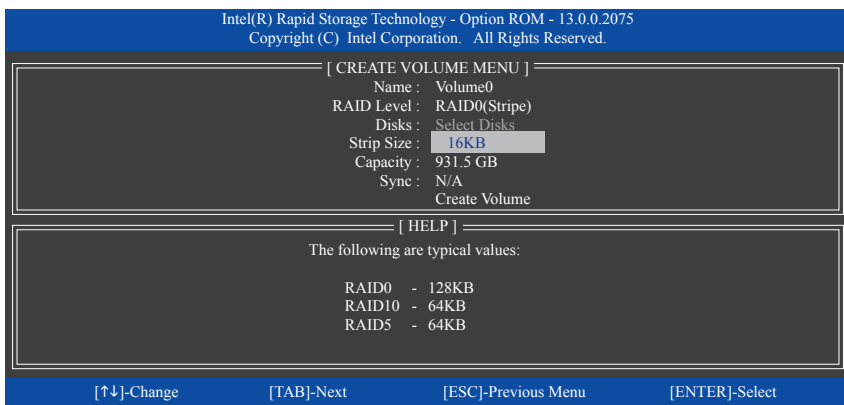

図 12
**Disks** の項目で、RAID アレイに含めるハードドライブを選択します。取り付けたドライブが 2 台のみの場合、ドライブはアレイに自動的に割り当てられます。必要に応じて、ストライプブロックサイズ (図 12) を設定します。ストライプブロックサイズは 4 KB~128 KB まで設定できます。ストライプブロックサイズを選択してから、<Enter> を押します。